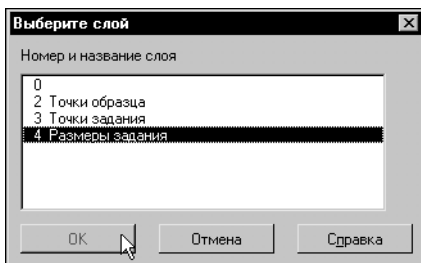

Рис. 62.22. Выбор слоя
10.4. Перенесите размер на слой номер 4 (рис. 62.22).